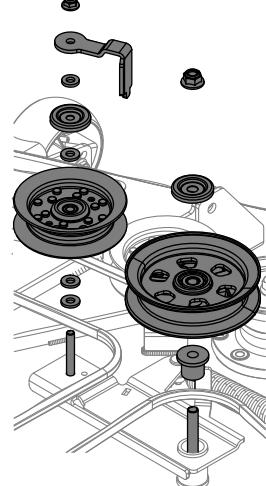

Figure 55
4. Pour retirer les deux poulies de tension, enlevez les écrous autbloquants supérieurs des poulies et retirez les poulies du bras de renvoi. Voir Figure 55.